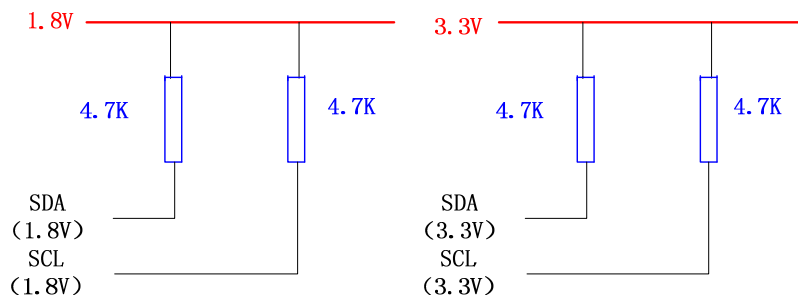

图 12 I2C 接口上拉示意图
3) IO 口电平要求：对于 I2C 通讯线（SDA、SCL）电平保证在 1.8V 或 VCC，接口是开漏结构需用 4.7k 电阻上拉至电源，为保证驱动能力和防止电流倒灌，选择的上拉电源需与 IO 口电平匹配。接法如图 12：